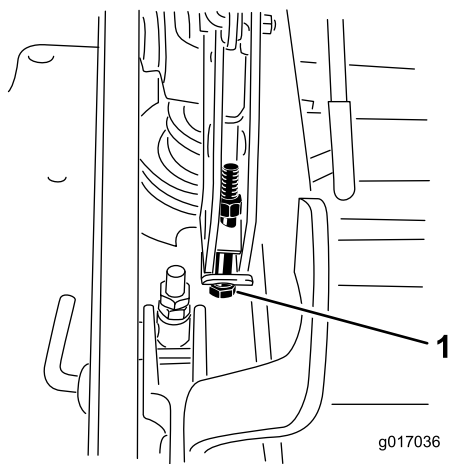

Figura 118
12. Si la carcasa está demasiado baja, apriete el perno del ajuste de un solo punto girándolo en el sentido de las agujas del reloj. Si la carcasa está demasiado alta, afloje el perno del ajuste de un solo punto girándolo en el sentido contrario a las agujas del reloj (Figura 118).